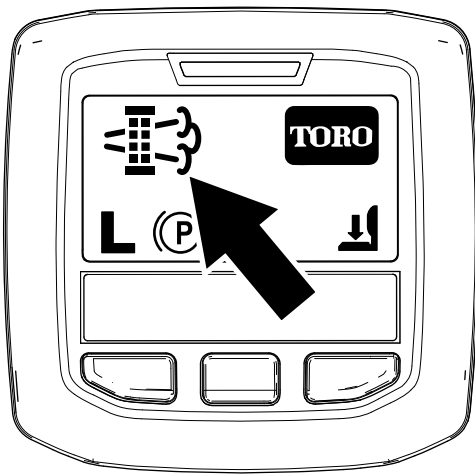

Рисунок 17
- Когда компьютер двигателя запрашивает стационарную или восстановительную регенерацию, на дисплее инфо-центра появляется значок запроса на регенерацию (Рисунок 17).